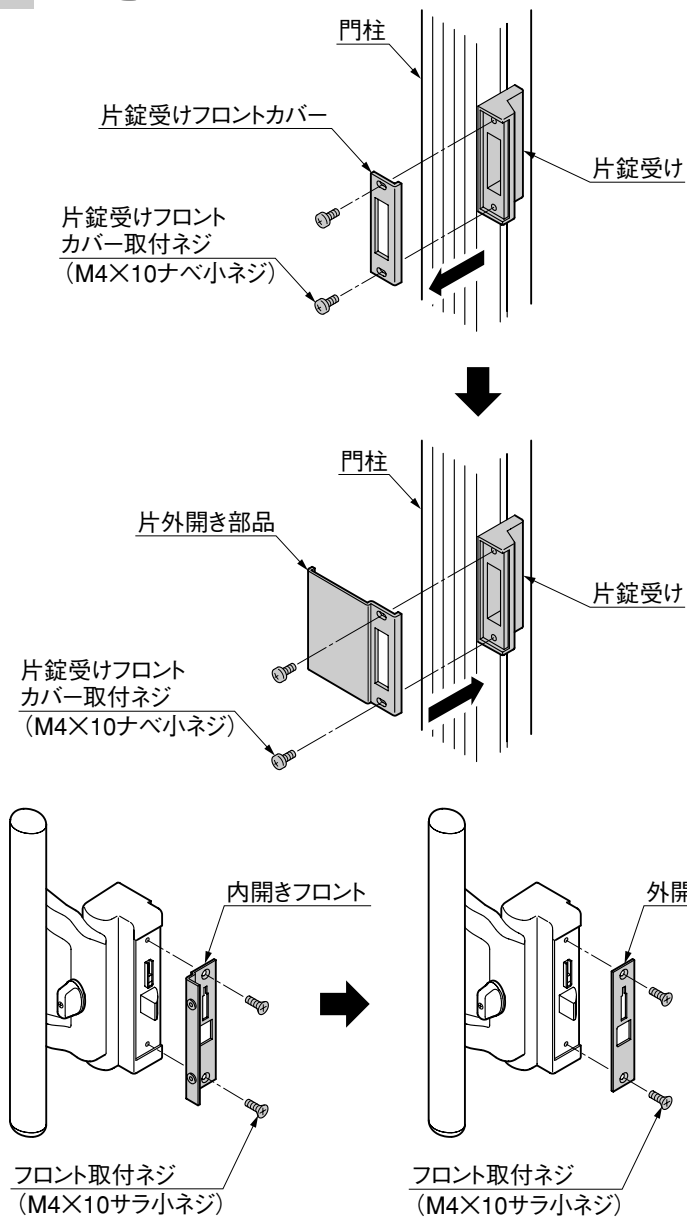

図3-5
② 「片錠受けフロントカバー取付ネジ」をゆるめて片錠受けフロントカバーを取外して、片外開き部品に交換してください。
③ 図3-5にしたがって、フロントを外開きフロントに付け替えてください。